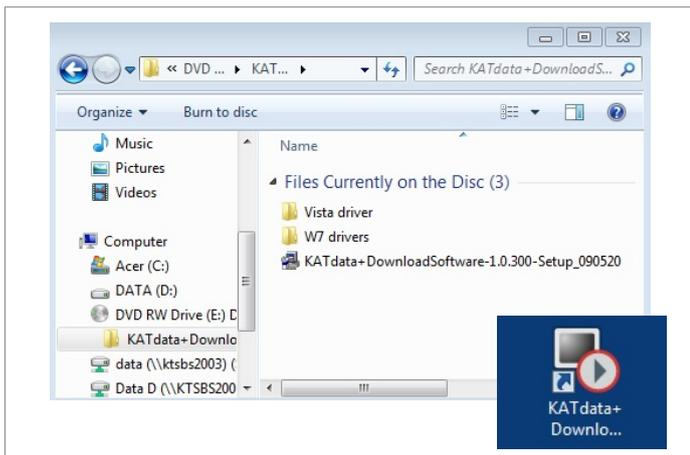

Рис. 1. Содержание компакт-диска с ПО KATdata+\*
- После установки программы на рабочем столе появится значок с ярлыком (рис. 1).